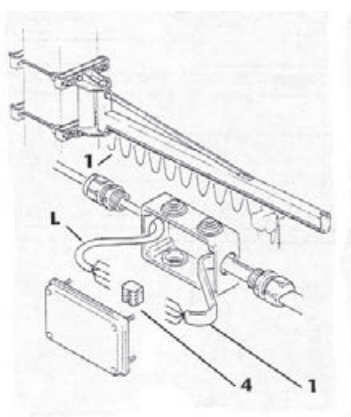

Fig.52
4. Branchez le l'alimentation **1** aux bornes **4** de la boîte de dérivation fixée contre le mur ou un poteau (fig.52)